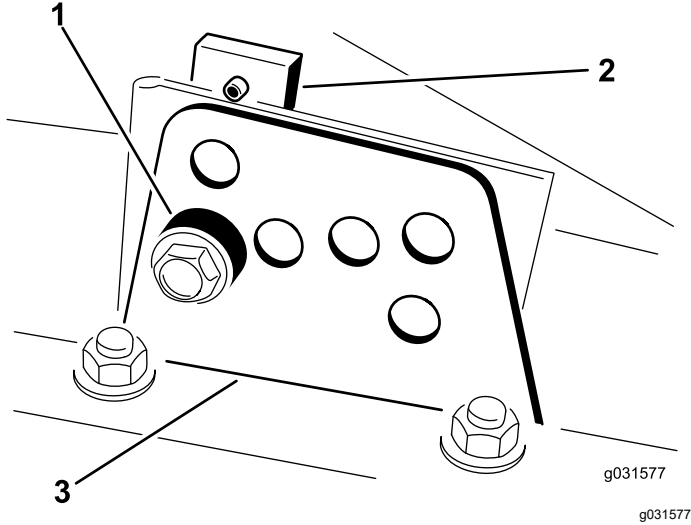

図 18
2. 図 18 のように、各刈り高ブラケットを刈り高プレート前と右と左に固定しているボルトをゆるめる。
4. チェンバを支えておきながらスペースを取り外す 図 18。